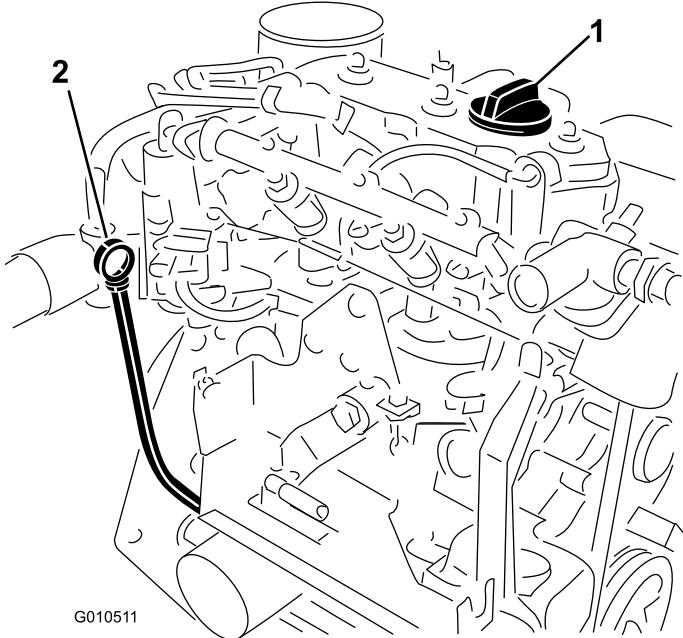

Bild 15
2. Nehmen Sie den Peilstab (Bild 15) heraus und wischen Sie ihn mit einem sauberen Lappen ab. Stecken Sie den Peilstab in das Rohr und stellen Sie sicher, dass er vollständig eingeführt ist. Entfernen Sie den Peilstab und prüfen den Ölstand.
3. Nehmen Sie bei einem niedrigen Ölstand den Fülldeckel (Bild 15) ab und gießen Sie genug Öl in die Öffnung, bis der Ölstand die Vollmarke am Peilstab erreicht.